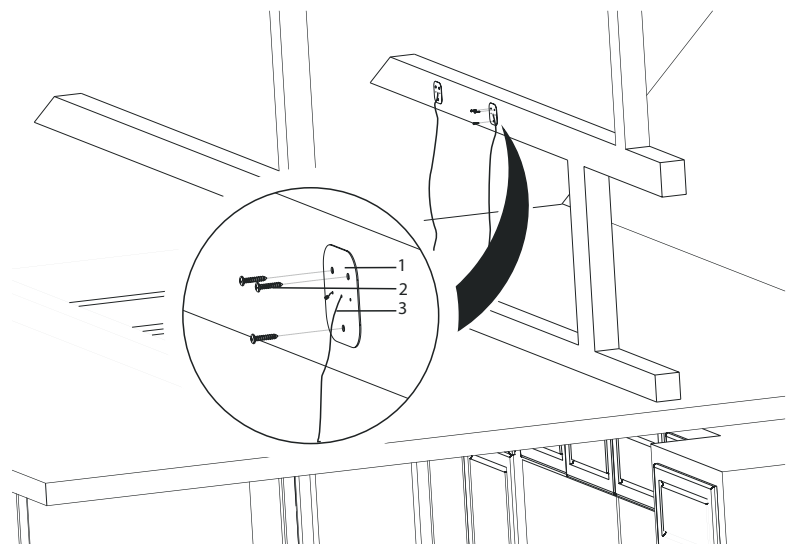

Fig. 9
3. ➔ Montér nu de 4 ophængningsplader, som stålwirerne sidder fast i, på et spær eller en lægte på loftet. Ophængningspladerne må vende på alle led. Ophængningspladerne skal hver fastgøres med 3x 3,9x22 skruer (Fig. 9).